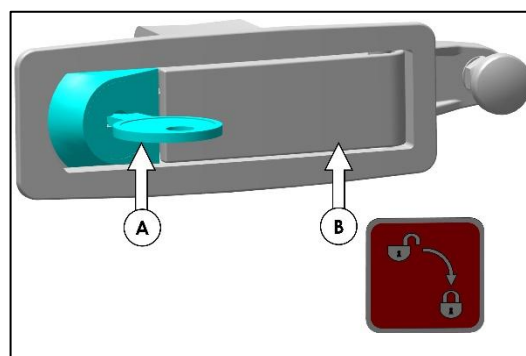

Fig. 148 – EMBLEEM –
- Het embleem van de kapvergrendeling is onder de sleutel aangebracht (zie Fig. 148) ter verduidelijking voor de gebruiker.